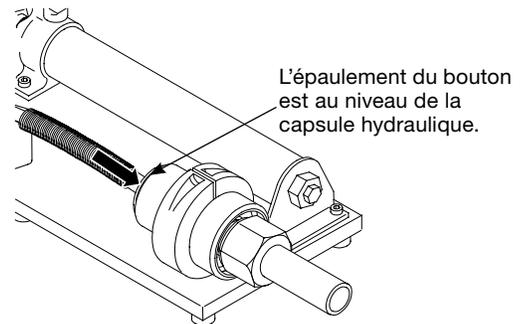

Figure 4 : Bouton indicateur en position de sertissage
5. Enfoncez le bouton indicateur jusqu'à ce qu'il s'enclenche. L'**épaule du bouton** doit être au niveau de la capsule hydraulique. Voir la figure 4.